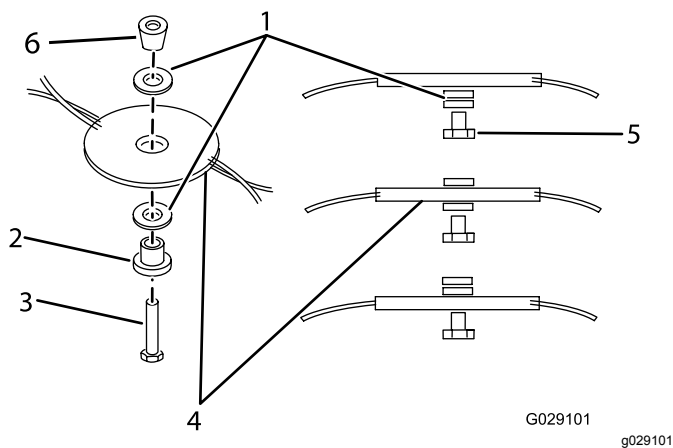

Figura 23
3. Retire el disco de corte girando el perno de retención en sentido antihorario (Figura 23), y guarde todas las fijaciones de montaje.
- Instale el disco de corte girando el perno en sentido horario (Figura 23), e instale todas las fijaciones de montaje.